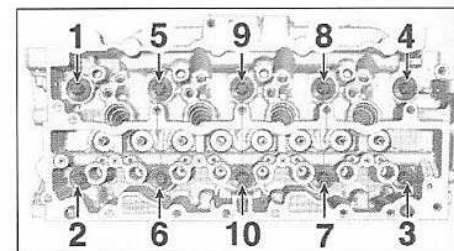

FIG.88
- les vis de culasse dans l'ordre préconisé (Fig.88).